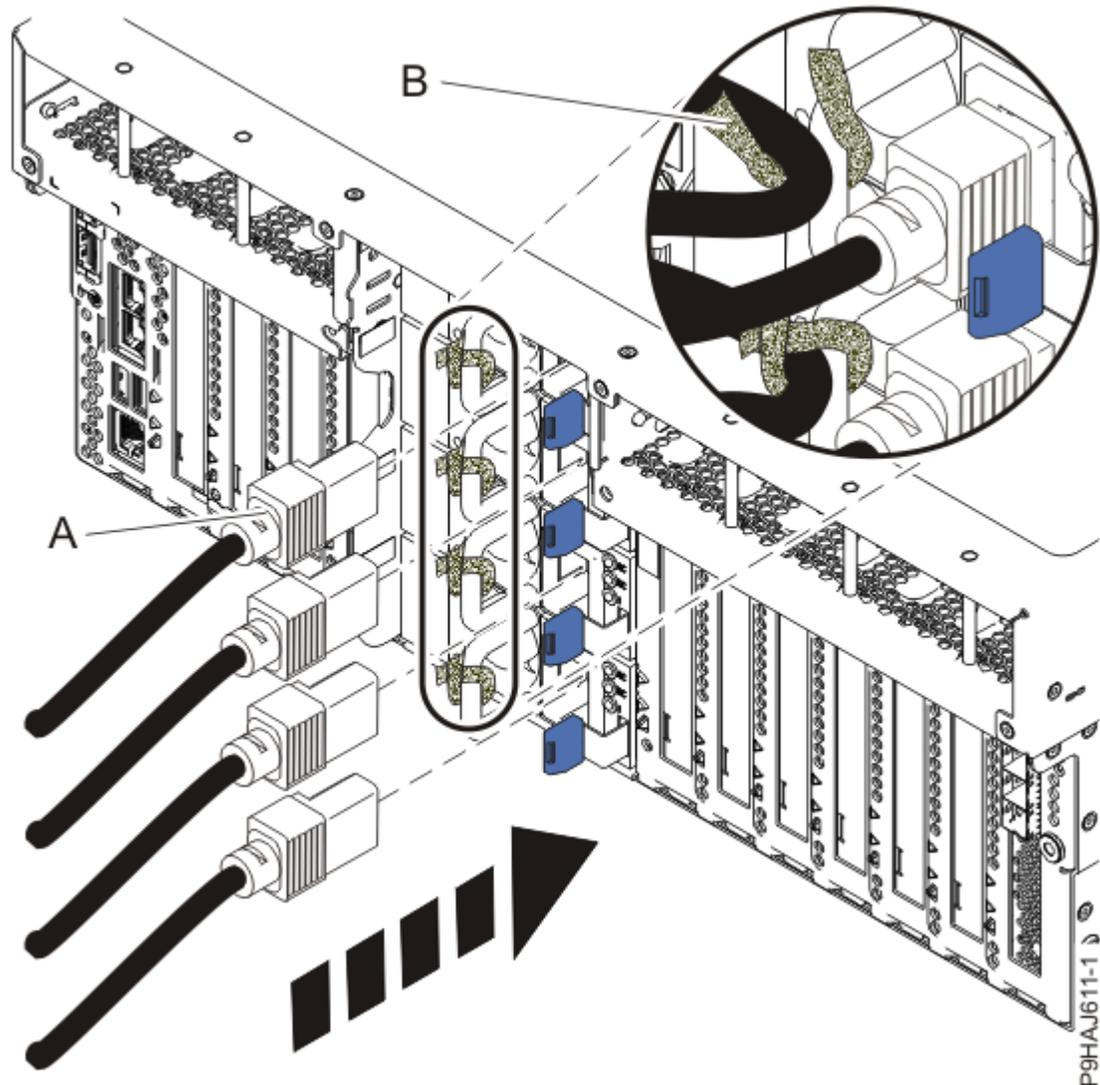
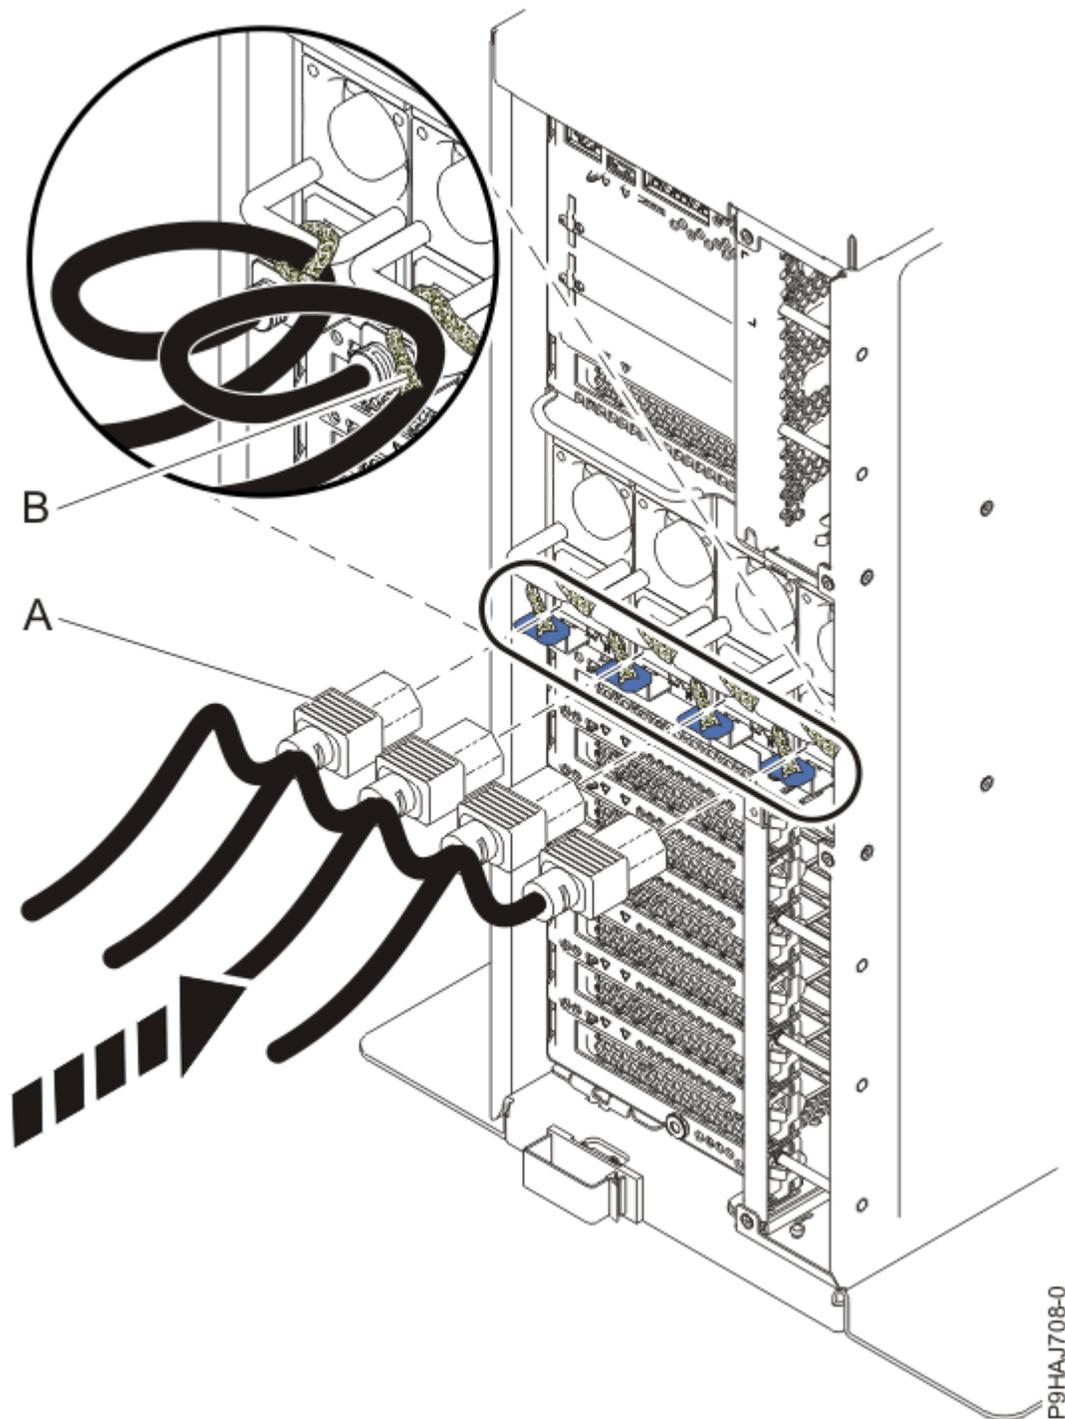

Abbildung 11. Netzkabel an ein Einschubsystem anschließen
Abbildung 12. Netzkabel an ein Standalone-System anschließen
3. Schließen Sie die Netzkabel **(A)** mithilfe Ihrer Beschriftungen wieder an die Systemeinheit an. Befestigen Sie die Netzkabel **(A)** mit den Klettverschlüssen **(B)** am System (siehe Abbildung 11 auf Seite 19 oder Abbildung 12 auf Seite 20).